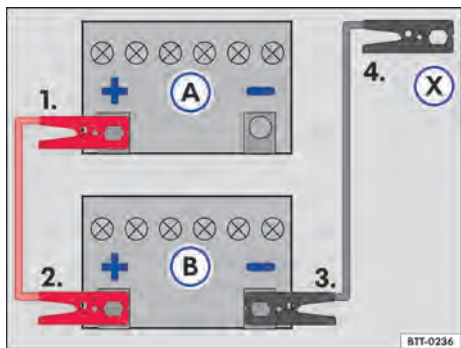

Fig. 147 Esquema para la conexión de los cables de arranque auxiliar: batería del vehículo descargada (A) batería del vehículo que provee la corriente (B).
Legenda para→ fig. 147:
Conectar el cable de arranque auxiliar solo en la secuencia 1 – 2 – 3 – 4 → fig. 147.
culo con la batería descargada → fig. 147 (A) → ⚠️.
- Conectar la otra extremidad del cable de arranque auxiliar rojo al polo positivo (+) del vehículo que suministra la corriente (B).
- Conectar una extremidad del cable de arranque auxiliar negro al polo negativo de la batería del vehículo que suministra la corriente (B).
- Conectar la otra extremidad del cable de arranque auxiliar negro (X) al vehículo con la batería descargada en el punto de ayuda de arranque (conexión a masa) o en una pieza de metal atornillada firmemente en el bloque motor – pero no cercana a la batería (A) → ⚠️.